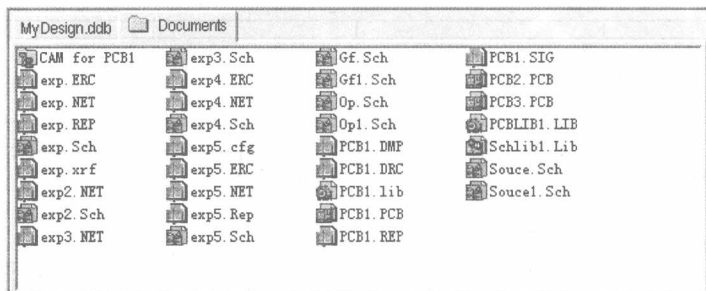

图 1-7 Document 管理器
(3) Documents 管理器: 用于存储设计文件,如图 1-7 所示。